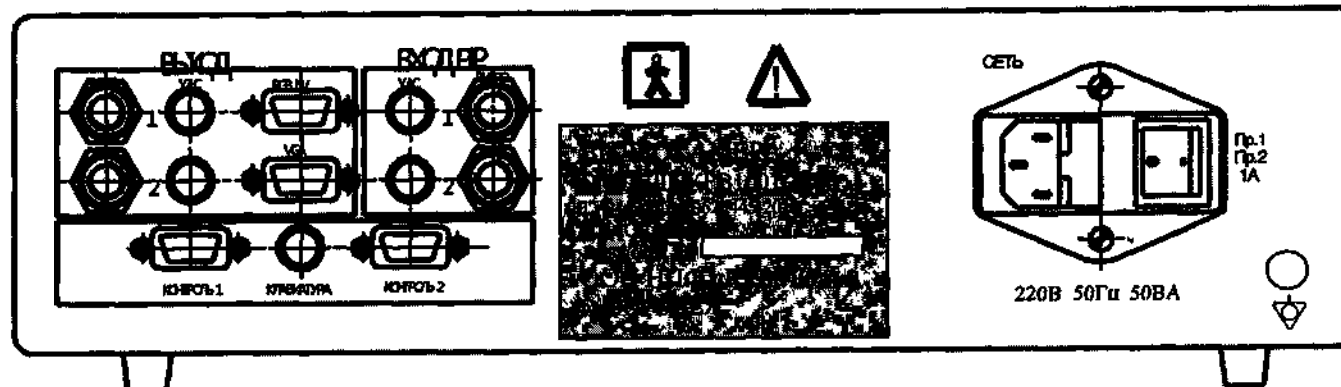

Рис.4
5.2.2.1. На задней панели БОСа (рис. 4) расположены: